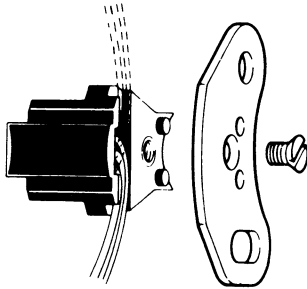

Fig. 4. Grundplade og impulsgiver
2. Læg ledningen (3 leder) i den aflange kanal i impulsgiveren til den side udføringshullet er i fordeleren. (Se fig. 4).
- (I) Tappene på impulsgiveren skal gå ned i grundpladen.
- (II) Ledningerne fra impulsgiveren skal ligge dybt i kanalen, så de ikke klemmes i stykker ved fastspændingen af impulsgiveren.